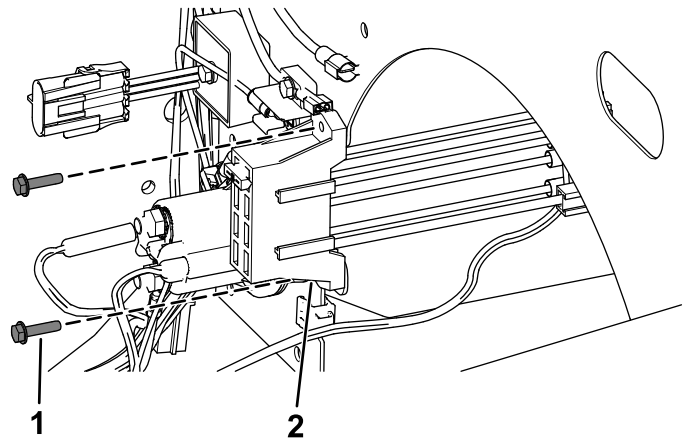

Figura 21
- **Para máquinas con número de serie 403448001 y posteriores**, fije el nuevo bloque de fusibles con los 2 tornillos autorroscantes, como se muestra en la Figura 21.